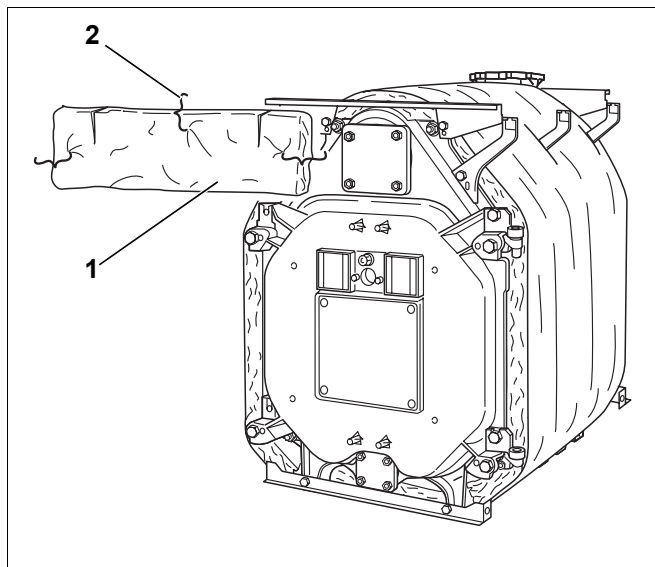

Bild 44 Vorderen Wärmeschutz montieren
- Rechteckigen Wärmeschutz (Bild 44, **Pos. 1**) mit den Einschnitten nach oben vorne über der Tür anbringen.
- Wärmeschutz mit 3 Spannfedern (Bild 44, **Pos. 2**) an dem Blockwärmeschutz befestigen.